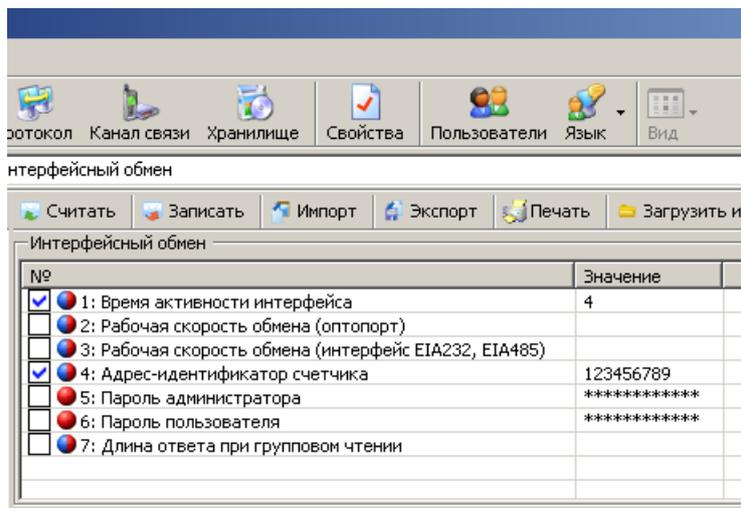

Рисунок 5.25 – Интерфейсный обмен
- Проверить значения начальной и рабочей скорости через интерфейс, они должны быть равны 9600 бод (5) (см. п. 5.4.3).
- Чтением параметра *«время активности интерфейса»* убедиться, что его значение равно 4 с. (см. рисунок 5.25).
- Чтением параметра *«адрес-идентификатор счетчика»* (см. рисунок 5.25) убедиться, что его значение равно 9 последним цифрам серийного номера, без нулей перед значащими цифрами, т.е. если 9 последних цифры заводского номера имеют вид «00000001», то идентификатор равен «1».